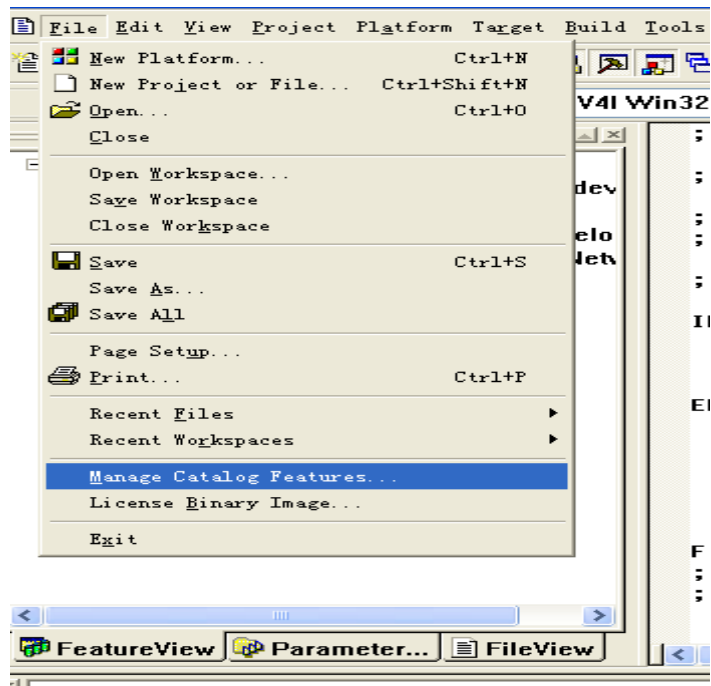

图 2
3. 从菜单 File 点击 Manage Catalog Features ，见图 2